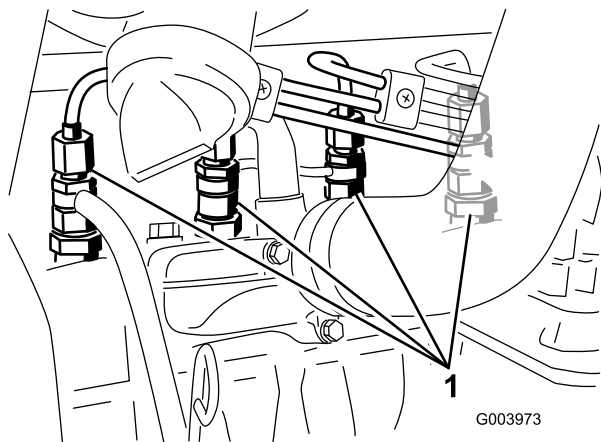

図 65
1. 燃料噴射ポンプの No. 1インジェクタ・ノズル(図 65)へのパイプ接続部をゆるめる。